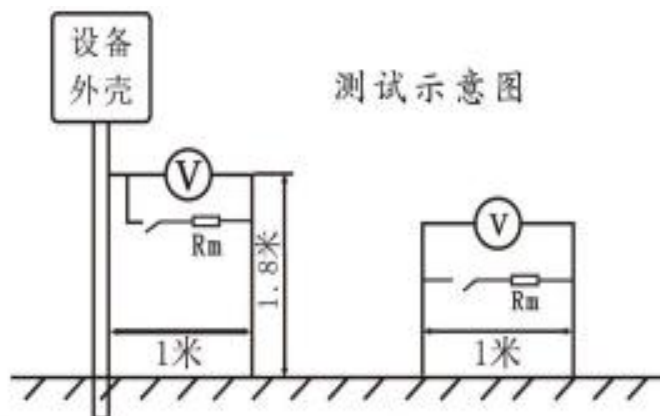

图 2 跨步电势、跨步电压、接触电势、接触电压测试示意图
- b) 两个测试盘放置距离如上图 2 所示 0.8 米~1 米(可用湿抹布将两个测试盘包裹起来，并压上重物，这样能保证测试结果更加准确)；
如上图 2 所示，电压表两端并联上等效人体的电阻 R_m 时，所得的值即为跨步电压，本仪器并联了 $1500\ \Omega$ 的人体模拟电阻。按“ $\blacktriangle \blacktriangledown$ ”键选择“跨步电压”测量功能，其他操作方法与跨步电势测量方法一样。
(7) 接触电势测量
a) 将两根测量线带插脚两端分别插在如上图 1 绿色“电压”两个接线柱上，另外两端一端插在测试盘上（如上图 2 所示，测试盘放置在距被测物 1 米处），另一端拿在手中（如上图 2 所示，举起的垂直高度为 1.8 米）；
(8) 接触电压测量
(9) 如上图 2 所示，电压表两端并联上等效人体的电阻 R_m 时，所得的值即为接触电压，本仪器并联了 $1500\ \Omega$ 的人体模拟电阻。按“⤴ ⤵”键选择“接触电压”测量功能，其他操作方法与接触电势测量方法一样。
(10) 转移电位测量